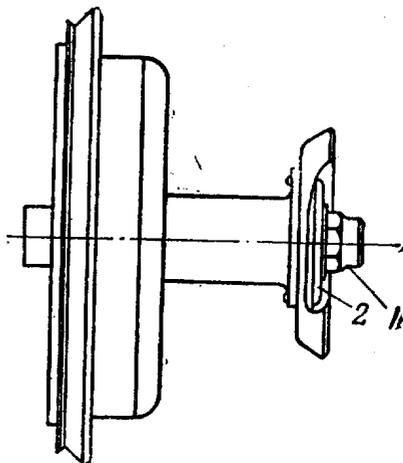

Рис. 47. Ступица переднего колеса:
3. Отвернуть гайку / (рис. 47) на правой стороне втулки ступицы колеса.